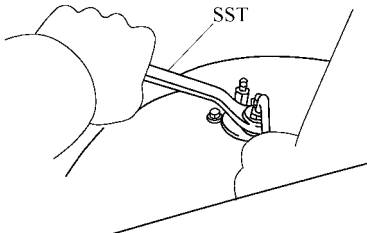

图 15-95 拆下车轮制动分泵
(5) 如有必要，应拆下车轮制动分泵。使用制动器管接头螺母 $10\text{mm}\times 12\text{mm}$ 扳手脱开制动软管，拆下两个螺栓和车轮制动分泵，如图 15-95 所示。